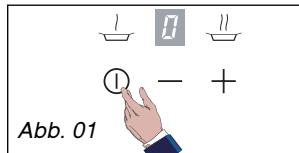

Abb. 01
— Den gewünschten Brenner durch gerades und flaches Auflegen des Fingers auf die entsprechende Taste ① auswählen (Abb. 01).